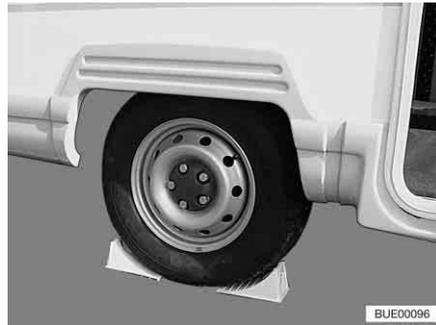

Bild 279 Fahrzeug sichern
- Unterlegkeile oder ähnliche geeignete Gegenstände am gegenüberliegenden Rad unterlegen, um das Fahrzeug zu sichern (Bild 279).